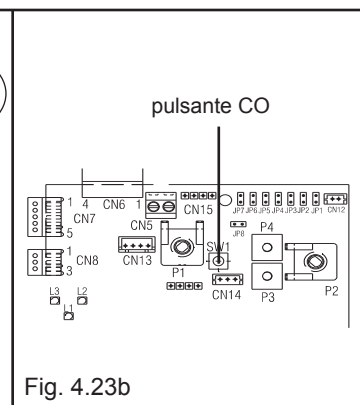

Fig. 4.23b
- premere il pulsante CO (fig. 4.23b) e passare alla taratura del parametro successivo.
- premere una volta il pulsante "CO" (fig. 4.23b)